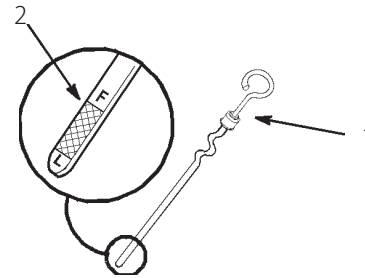

図 45
5. ディップスティックを根元まで確実に差し込む。ディップスティックを抜き取り、オイルの量を見る (図45)。オイルの量が不足している場合は、Full マークまで、補給口から少量ずつゆっくりと補給する。